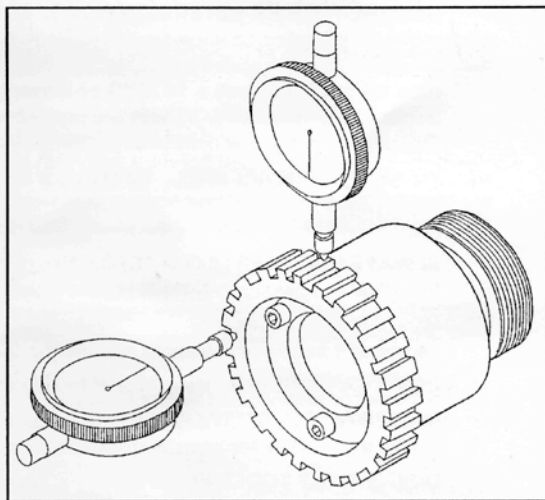

Рис.2
7. Биение на переходной втулке должно быть не более 0,12 мм. Регулировка осуществляется при помощи трех винтов (рис. 2).